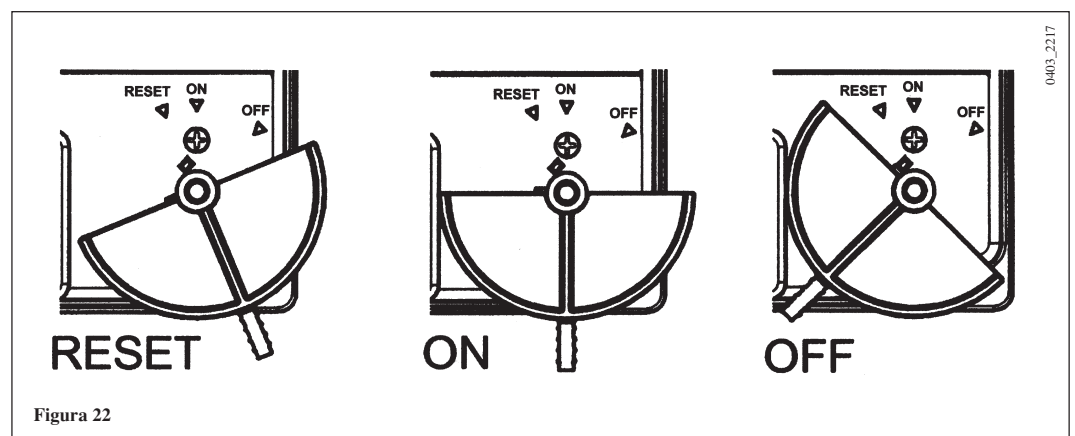

Figura 22
- aprire il rubinetto gas e ruotare il selettore di figura 22 in posizione “ON”;
Avvertenza: In fase di prima accensione, finché non viene scaricata l’aria contenuta nella tubazione del gas, si può verificare la non accensione del bruciatore ed il conseguente blocco della caldaia. Si consiglia in questo caso di ripetere le operazioni di accensione, fino all’arrivo del gas al bruciatore, posizionando per circa 1 secondo il selettore in posizione “Reset” (figura 22).
Questo dispositivo, il cui sensore è posizionato sulla mandata del riscaldamento, interrompe l'afflusso del gas al bruciatore in caso di surriscaldamento dell'acqua contenuta nel circuito primario. In queste condizioni la caldaia va in blocco e solo dopo aver rimosso la causa dell'intervento è possibile ripetere l'accensione ruotando il selettore (di figura 22) per circa 1 secondo in posizione "RESET", oppure operando come descritto al paragrafo 6.
È necessario ruotare il selettore (di figura 22) momentaneamente in posizione "RESET" per ristabilire le normali condizioni di funzionamento, oppure operando come descritto al paragrafo 6.
Tale funzione è operativa se la caldaia è alimentata elettricamente, il selettore (di figura 22) non è in posizione "OFF", se c'è gas e se la pressione dell'impianto è quella prescritta.
In caso di mancanza di richiesta di calore, in riscaldamento e/o in sanitario, per un tempo di 24 ore consecutive la pompa si mette in funzione automaticamente per 1 minuto. Tale funzione è operativa se la caldaia è alimentata elettricamente e il selettore (di figura 22) non è in posizione "OFF".